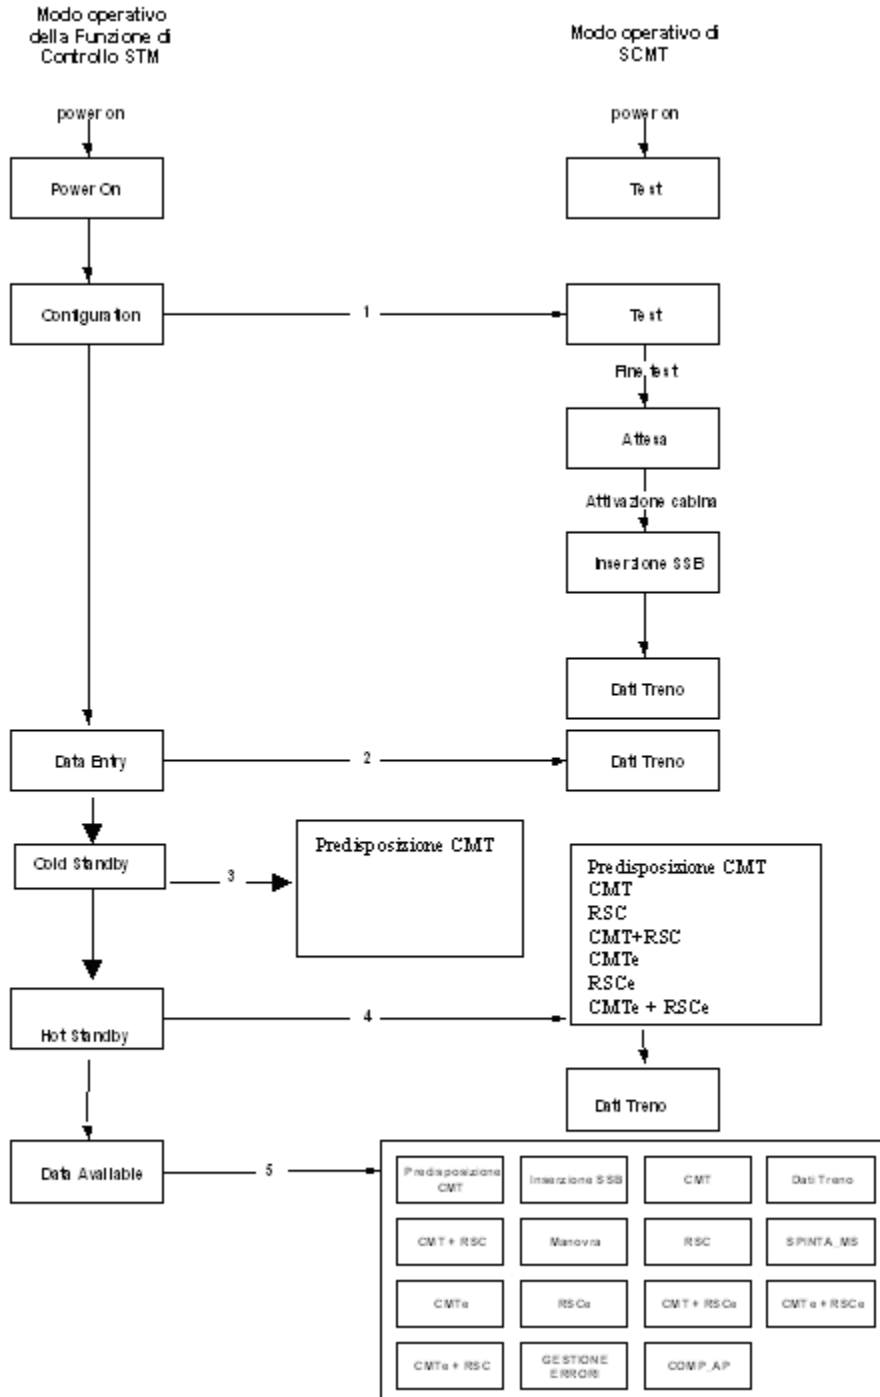

Figura 3 - Relazione tra i modi EVC e SCMT
Il presente paragrafo mostra la corrispondenza tra gli stati della Funzione STM (Subset 035 dei rif. [R2] e [R3]) ed i corrispondenti modi operativi SCMT; tali corrispondenze sono sintetizzate anche nella Figura 3 e nella Tabella 6.
NRD_SSB_SE_31. Quando STM transita nello stato CO, SCMT deve assumere il modo operativo ATTESA con modalità video ATTESA se la cabina è non abilitata, altrimenti transitare al modo operativo INSERZIONE SSB con modalità video OFF senza passare per la modalità video ATTESA (transizione 1 in Figura 3).
- CMTe + RSCe (transizione 4 in Figura 3).